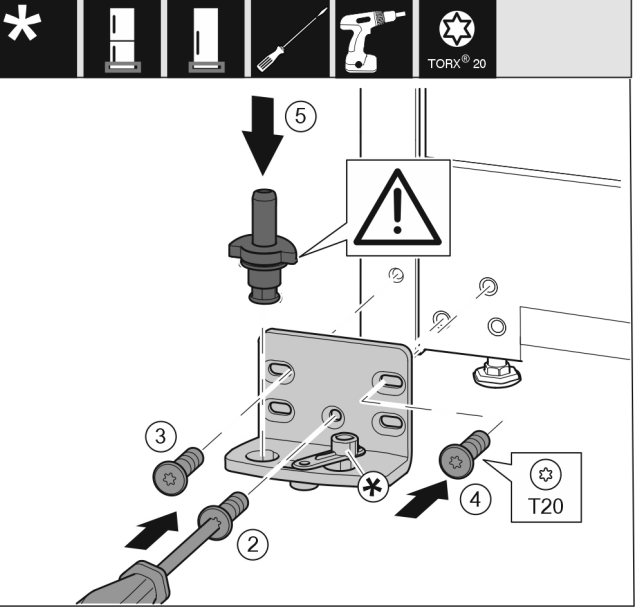

Fig. 16
- 将托架安装到另一侧，并借助螺丝刀旋紧。用螺钉 Fig. 16 (2) 从底部的中心开始。
- 拧紧螺钉 Fig. 16 (3) 和螺钉 Fig. 16 (4)。
- 将轴承螺栓 Fig. 16 (5) 完全装入。同时注意止动凸轮需指向后方。